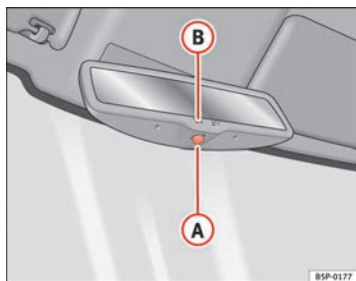

Abb. 62 Automatisch abblendbarer Innenspiegel
- Drücken Sie die Taste **A** ⇒ Abb. 62. Die Kontrollleuchte **B** erlischt.
- Drücken Sie die Taste **A** ⇒ Abb. 62. Die Kontrollleuchte leuchtet auf.